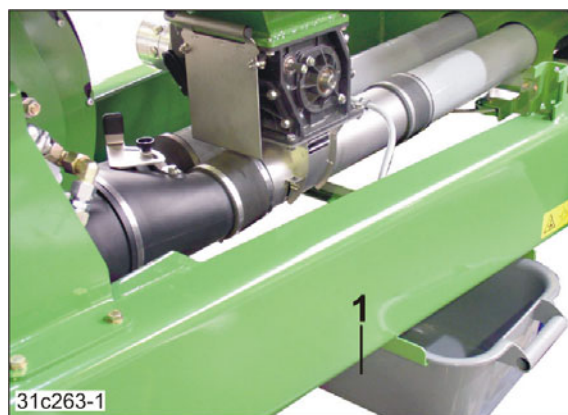

Рис. 186
3. Вставьте поддон для установки нормы высева (Рис. 186/1) в держатель под дозатором.